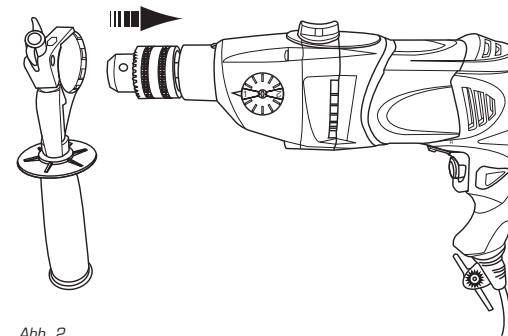

Abb. 2
2. Schieben Sie den Ring des Zusatzhandgriffes von vorn über das Bohrfutter (2) auf das Elektrowerkzeug (Abb. 2) und stellen Sie diesen so ein, dass Sie das Elektrowerkzeug sicher halten können.